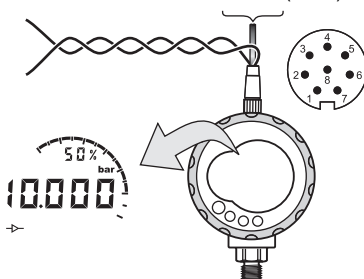

Figura 3-3: Configuração de exemplo - V Out
- Acessório E, consulte Figura 3-3 na página 15 e Tabela 2-2 na página 9.